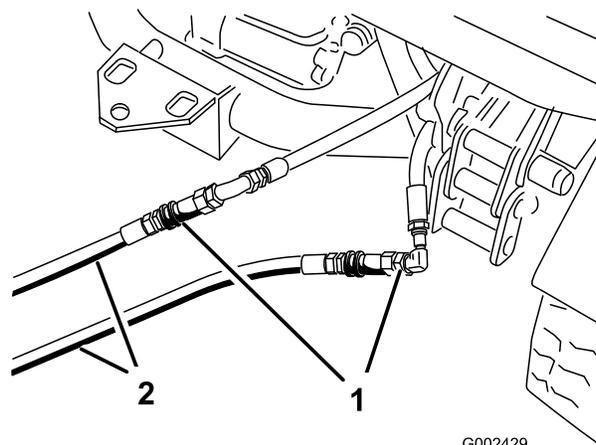

図 76
3. 故障しているワークマンのカップラホースに、救援用ホース2本を接続する図76。